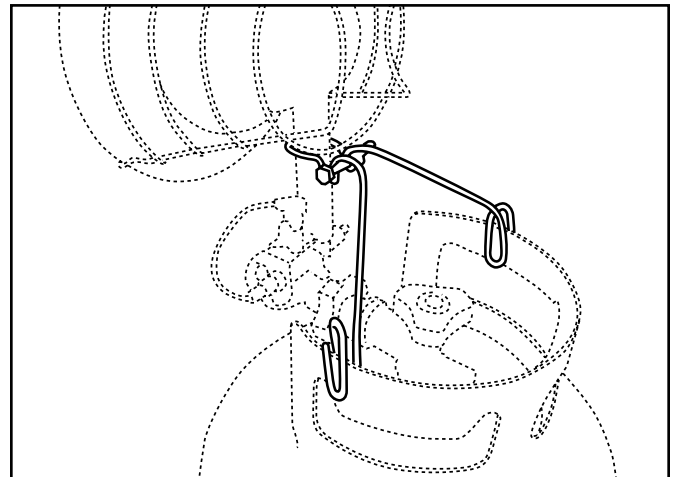

Figure 2b.
- Placez le support de l'appareil de chauffage autour du tube venturi et faites glisser les extrémités en les clipsant sur le collet de la bonbonne de propane. Utilisez la vis 1/4" 20x35 mm et l'écrou papillon pour fixer le support de l'appareil de chauffage sur le tube venturi. (Voir Figure 2b)